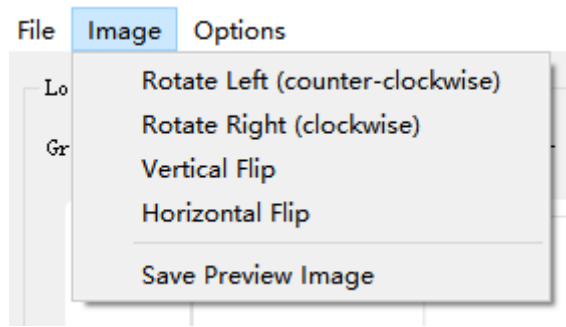

图2-6-7
5. Image：支持图像左右旋转、垂直/水平翻转变换及保存调整后的图像，如图2-6-7所示；